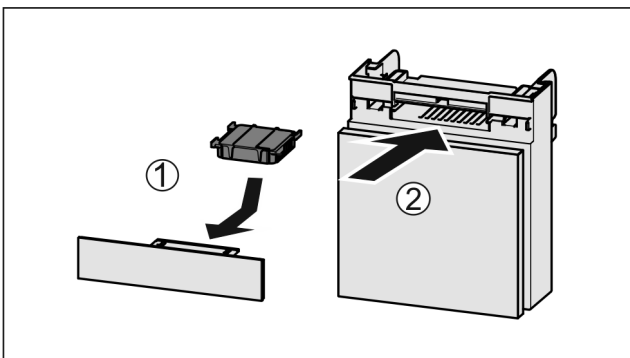

Fig. 144
- ▶ Aktivkohlefilter nach Abbildung einsetzen Fig. 144 (1).
- ▶ Fach einschieben Fig. 144 (2).